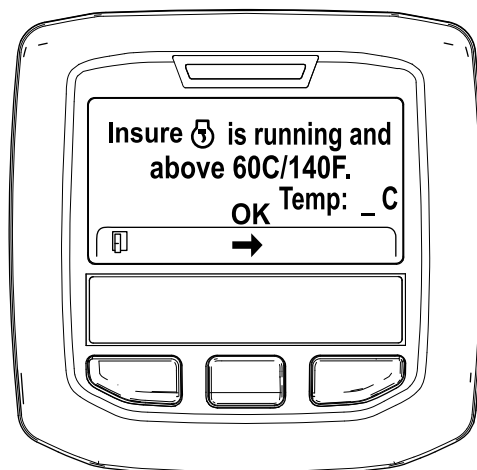

Figura 48
5. Si la temperatura del refrigerante se encuentra por debajo de 60 °C (140 °F) aparece el mensaje "Insure ☺ is running and above 60C/140F" (Asegúrese de que está funcionando y por encima de 60 °C/140 °F). (Figura 48).